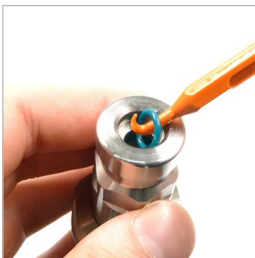

Abbildung 3
- ▶ Entfernen Sie Pos. 13 mit dem WEH® O-Ring Picker Art. Nr. 101969 aus dem Einstich von Pos. 12 (*Abbildung 3*)